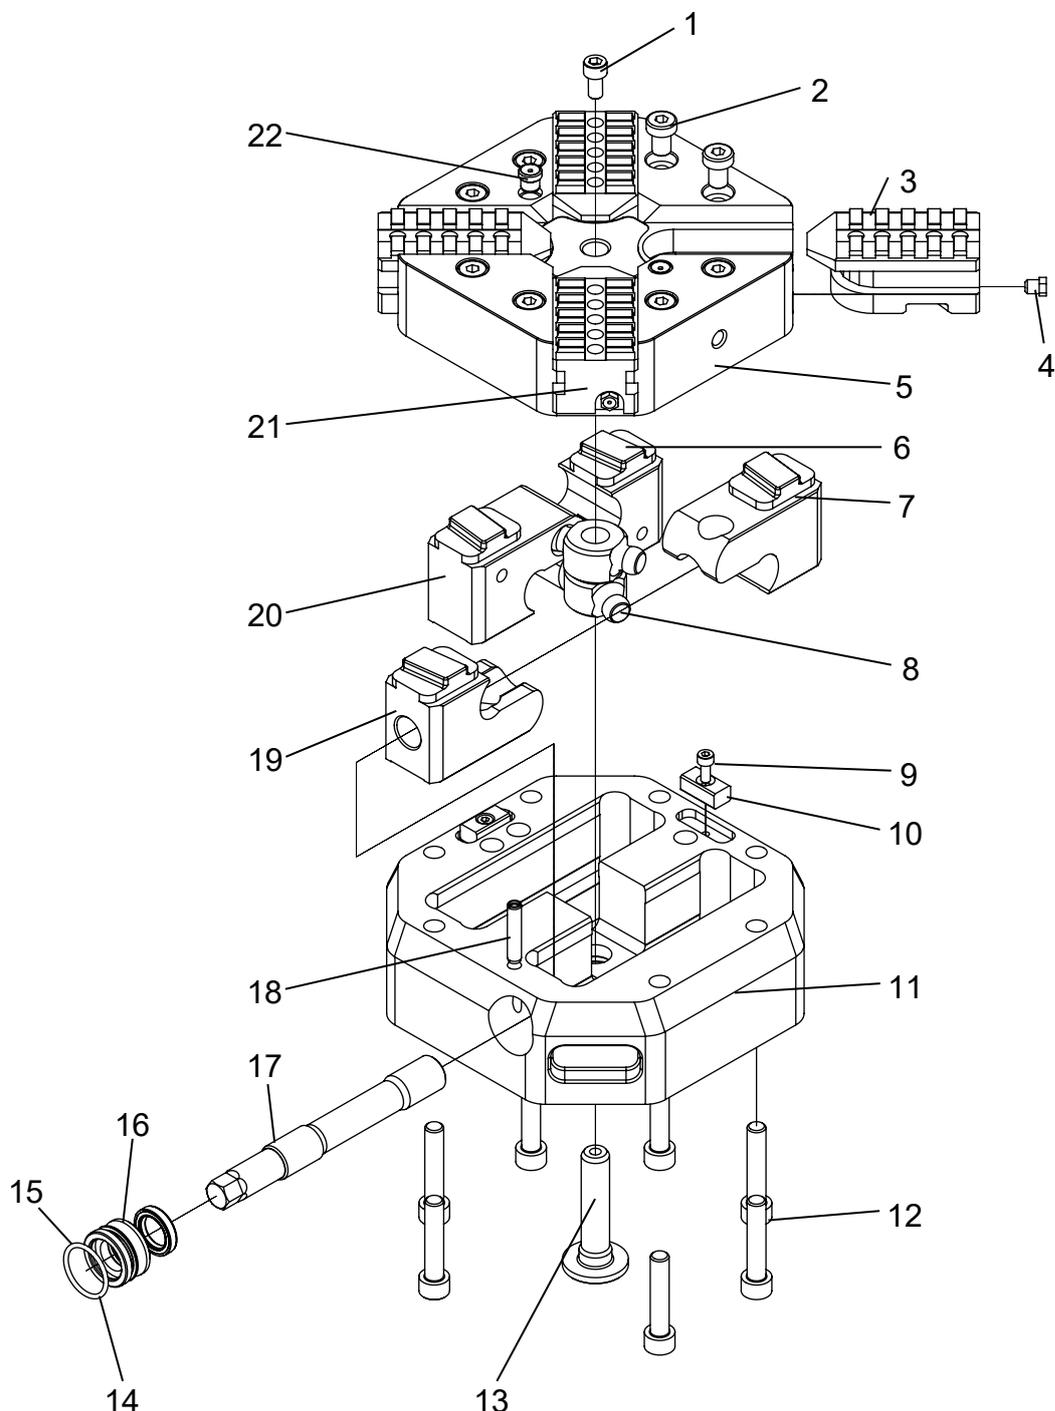

Abb. 8-1: Ersatzteile InoFlex® VF016 – VF026
**Schritt 1** Suchen Sie in der Abbildung 8-1 das gewünschte Ersatzteil.
- Schritt 1** Suchen Sie in der Abbildung 8-1 das gewünschte Ersatzteil.